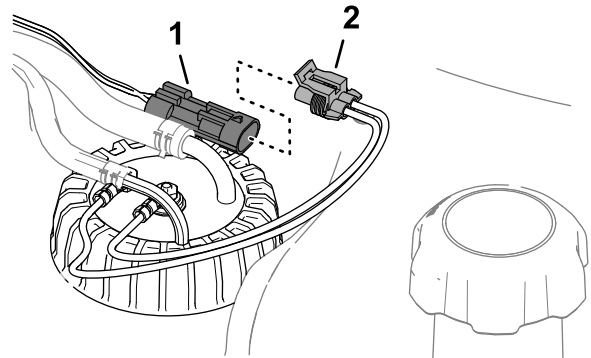

Bild 95
6. Verbinden Sie den Steckverbinder des Kraftstoff-Füllstandsensors mit dem Steckverbinder des Maschinenkabelbaums (Bild 95).